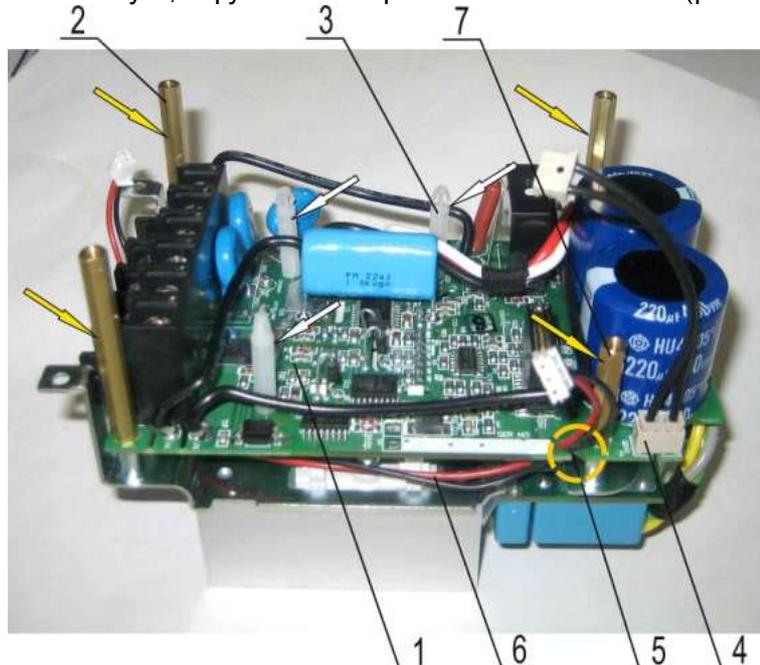

Рис. 7.11
7.3.6. Установить в отверстия платы 1 стойки 3, приложив рукой усилие вниз до щелчка (рис. 7.11).
7.3.9. Закрепить плату 1, вкрутив в отверстия платы стойки 2 (рис. 7.11).
7.3.14. Соединить розетку 4 с разъемом на плате 1 (рис. 7.11).
7.3.15. Проложить кабель 6 под платой. Вывести кабель 6 со стороны клеммника. Закрепить кабель в паз 5 платы 1 (рис. 7.11).